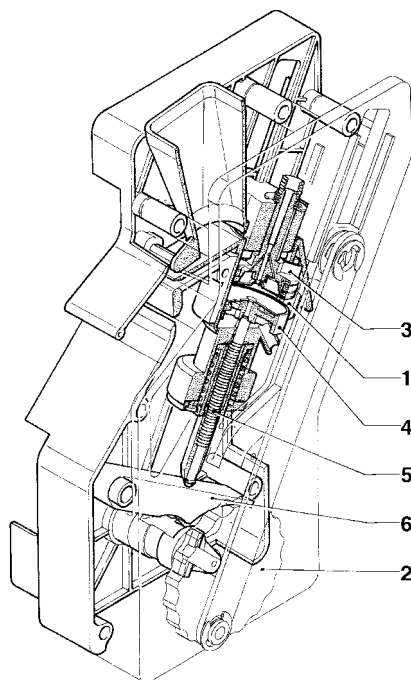

Abb. 13
Die Kurbel des Getriebemotors, die mit der Außenscheibe (2) eingekuppelt ist, wird um 180° gedreht, wodurch die Brühkammer schwingt und der obere Kolben (3) sinkt (siehe Abb. 13). Infolge des Wasserdrucks gibt die Vorbrühfeder (5) nach und der untere Kolben (4) sinkt um 4 mm, wodurch ein Wasserkissen gebildet wird, das den gleichmäßigen Gebrauch der Kaffeedosis erlaubt.